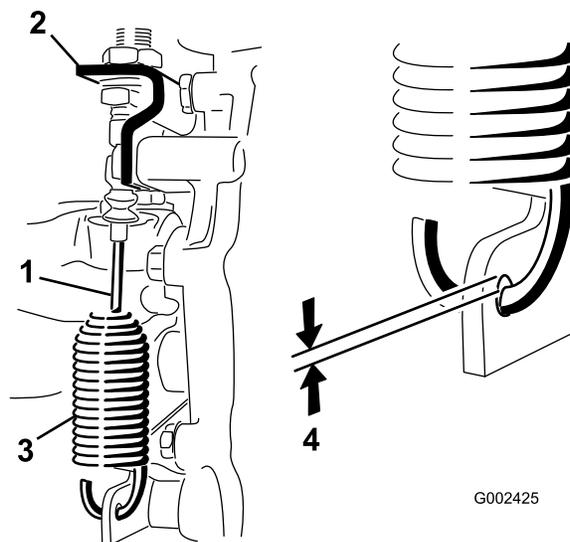

Figura 47
2. Allentate i dadi che fissano il cavo di bloccaggio del differenziale alla staffa del transaxle (Figura 47).